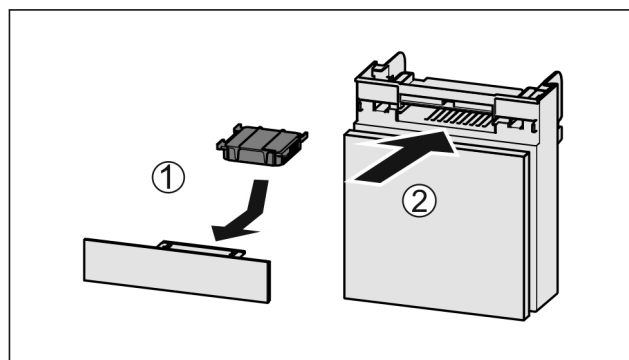

Fig. 208
- Вставити фільтр з активованого вугілля за малюнком Fig. 208 (1).
- Вставити відділення Fig. 208 (2).